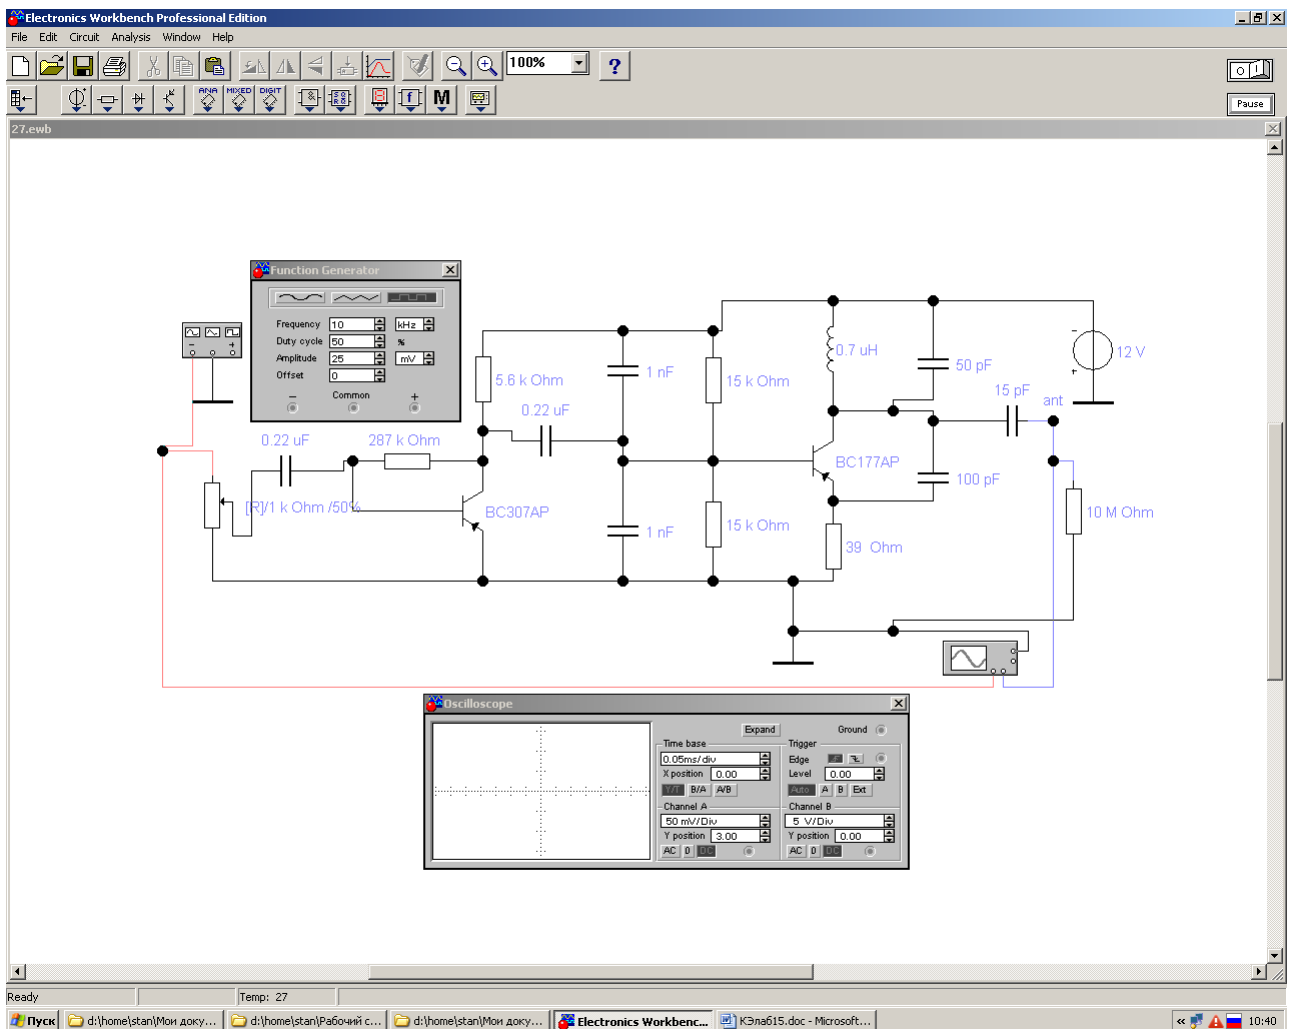

Рисунок 9.6
3. По имеющейся принципиальной схеме (рисунок 9.6) построить структурную схему передатчика.